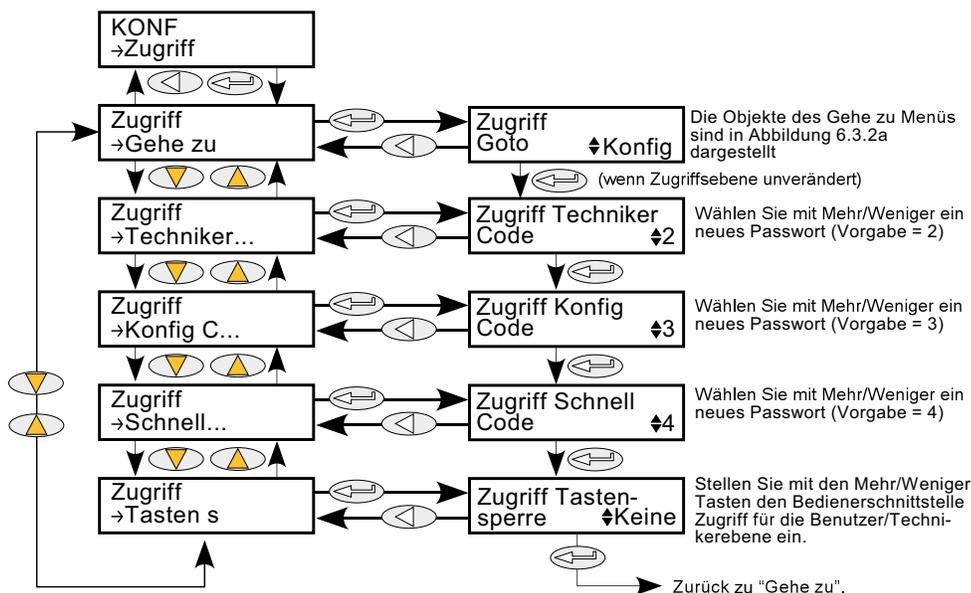

Abbildung 6.3.2b Zugriff Konfiguration
2. Bearbeitung des aktuellen Passwortes für Techniker, Konfiguration und Schnellstart Menüs (Abbildung 6.3.2b) durch den Benutzer.
3. Einschränkung des Zugriffs auf die Drucktasten der Benutzerschnittstelle in den Bediener- und Technikermenüs (Abbildung 6.3.2b).